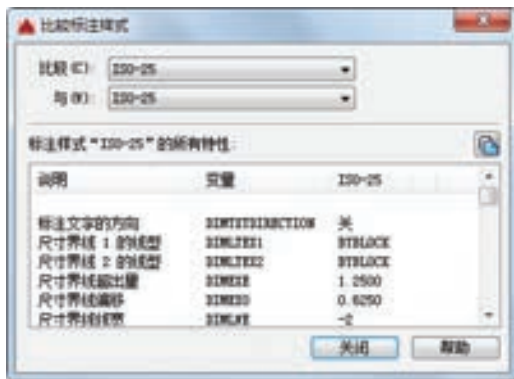

图 6-6 “比较标注样式”对话框
(5) “比较”按钮 比较两个尺寸标注样式在参数上的区别或浏览一个尺寸标注样式的参数设置。单击此按钮，AutoCAD 打开“比较标注样式”对话框，如图 6-6 所示。可以把比较结果复制到剪切板上，然后再粘贴到其他的 Windows 应用软件上。